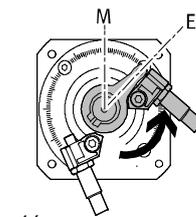

Fig. 16
6. 将缓冲器支架连同缓冲器（弹性缓冲垫或者液压缓冲器）一并推向撞杆。此外，必须达到缓冲行程，直到每个缓冲器的套筒碰到撞杆 (Fig. 16)。必要时固定住六角孔。